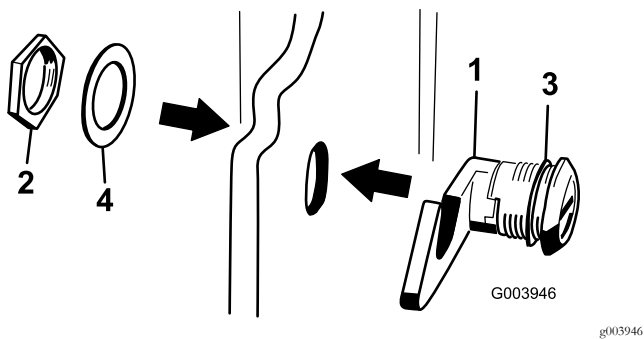

Рисунок 6
3. Выверните гайку с узла защелки капота (Рисунок 6).
- Снаружи капота вставьте конец защелки с крючком через отверстие в капоте и убедитесь, что резиновая уплотнительная шайба осталась на наружной стороне капота (Рисунок 6).